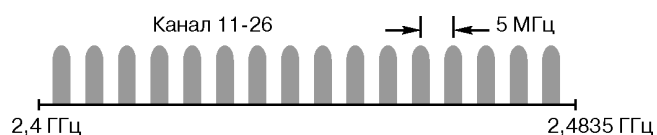

Рис. 1.
- Диапазон частот IMS 2,4 ГГц, разделенный на 15 радиоканалов (см.рис.1)